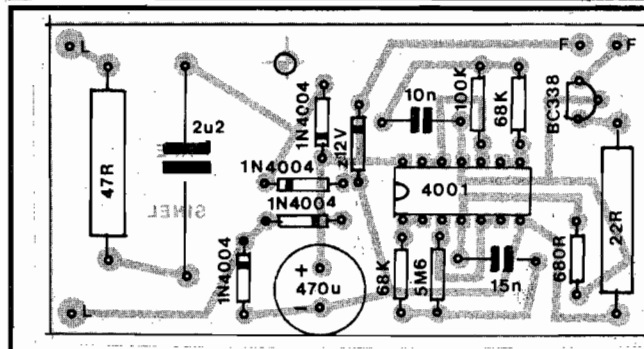

Fig.3
- **FIG. 3 - CHAPEADO DA MONTAGEM** - Agora, a placa é vista pelo lado **não cobreado**, com todas as peças (menos o alto-falante, único componente que é montado **fora** da placa...) posicionadas e cuidadosamente identificadas... Como sempre, enfatizamos os cuidados na inserção e ligação das peças **polarizadas** (Integrado, transistor, diodos - inclusive o zener - e capacitor eletrolítico...). "Pra variar", todas as peças estão devidamente demarcadas com seus códigos, valores, etc., para que não fiquem dúvidas... Essa é outra das **importantes** diferenças entre APE e as demais revistas de Eletrônica: NÃO demarcamos as peças, nos chapeados, com os códigos "R1, R2, C1, C2, TR1, TR2, CI1, CI2,